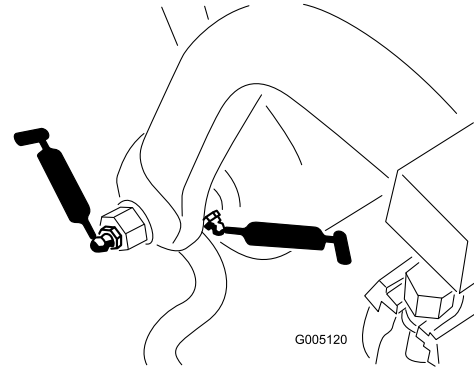

Figura 41
- Rullo e albero del telaio di trazione (12) (Figura 41)